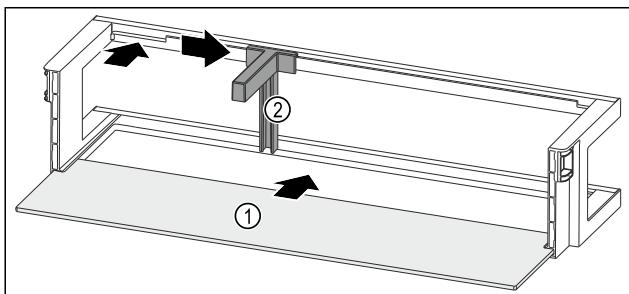

Fig. 123 Odkladací priestor vo dverách s odkladacou plochou
- ▶ Zasuňte odkladaciu plochu Fig. 123 (1) do bočných vybraní.
- ▶ Vložte držiak fliaš Fig. 123 (2) do vybrania.
- ▶ Potlačte držiak fliaš Fig. 123 (2) v požadovanej polohe do strany.